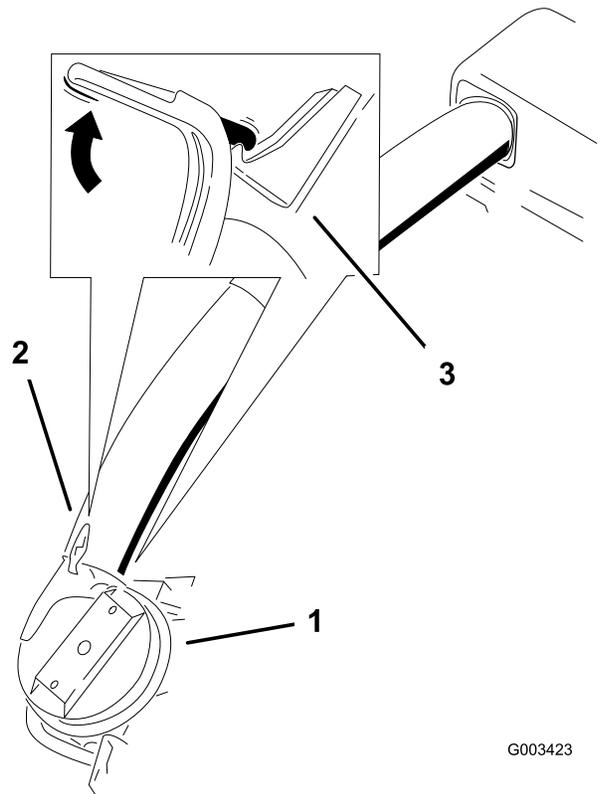

**Figure 24**
8. Glissez le tube inférieur sur l'adaptateur et verrouillez-les ensemble (Figure 24 ou Figure 25).